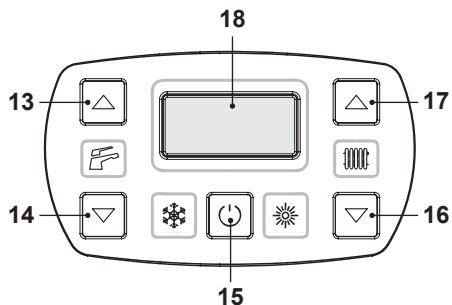
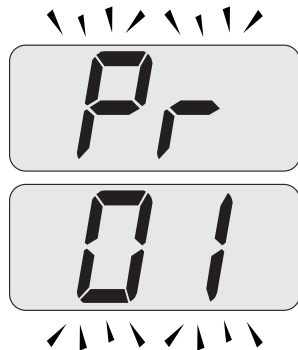
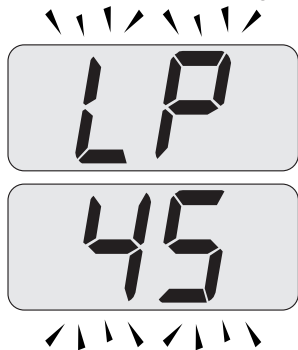
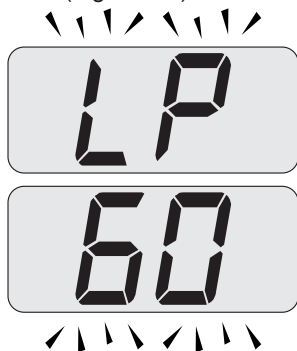

Figura 7.2
Figura 7.3
Figura 7.4
Figura 7.7
- Entrare in "modalità programmazione" premendo contemporaneamente per 10 secondi i tasti 15 - 16 - 17 (Figura 7.2) fino a far apparire sul display LCD le lettere **Pr** che si alternano con il codice **01**, indicanti l'entrata nel "parametro 01" (Figura 7.3).
- Premere contemporaneamente i tasti 16 e 17 (Figura 7.2) fino a far apparire sul display LCD le lettere **LP** che si alternano con il valore di temperatura dell'acqua di riscaldamento (es. **45**), indicanti l'entrata nell'attivazione della "funzione spazzacamino" alla potenza minima (Figura 7.4).
- Premere il tasto 16 (Figura 7.2) fino a far apparire sul display LCD le lettere **LP** che si alternano con il valore di temperatura dell'acqua di riscaldamento (es. **60**), indicanti l'entrata nell'attivazione della "funzione spazzacamino" alla potenza minima in sanitario (Figura 7.7).
- Spegnere la caldaia tenendo premuto per 2 secondi il tasto 15 (Figura 7.2) fino a far apparire sul display LCD il simbolo  (Figura 7.8).